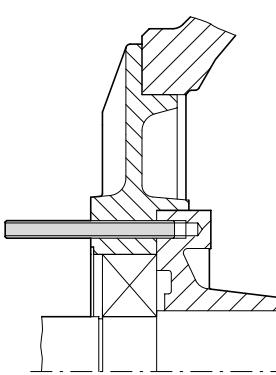

Figure 30 : Vissage d'un goujon
- Pour faciliter le montage, vissez un goujon dans l'un des trous borgnes filetés du couvercle de roulement intérieur (→ fig. 30).
(1) Canal de graissage
- Avant de retirer le goujon (→ fig. 30), vissez au moins une vis de fixation du couvercle de roulement.